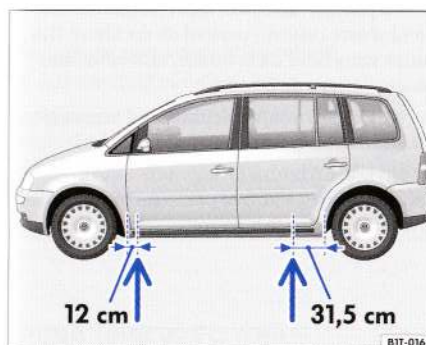

Fig. 38 Puncte pentru fixarea cricului.
3. Căutați punctul ⇒ fig. 38 (săgeata) pentru fixarea cricului ⇒ ⚠, cel mai apropiat de roata care trebuie înlocuită.
Cricul poate fi montat numai în locurile indicate ⇒ pagina 95, fig. 38". Luați în considerare punctul de fixare cel mai apropiat de roata respectivă.
- Poziționați cricul sub punctul respectiv, sub autovehicul ⇒ pagina 95, fig. 38".